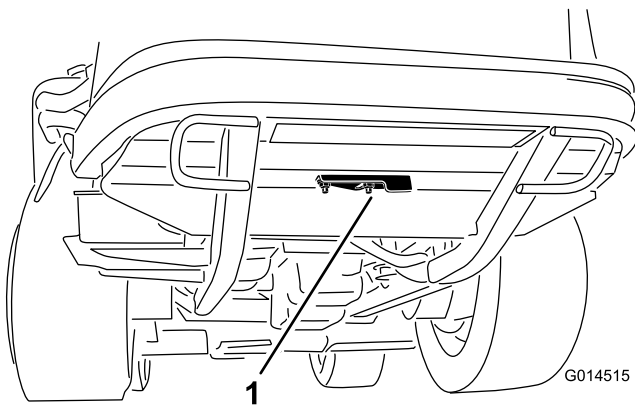

Bild 42
2. Lockern Sie die Bundmutter, die den Reinigungsdeckel an der Unterseite des Hinterrahmens befestigt (Bild 42). Drehen Sie den Deckel zur Seite, um die Reinigungsöffnung im Rahmen freizulegen.